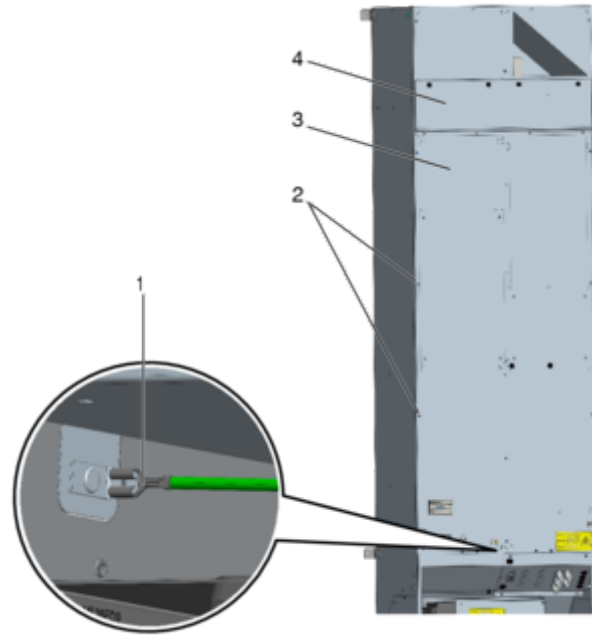

Abb. 41: Gerätedeckel montieren
- ▶ Schutzleiter (Abb. 41 /1) am Gerätedeckel anbringen und am Lüftungsgerät (Abb. 41 /3) aufsetzen. Den Gerätedeckel mit den Kreuzschlitzschrauben (Abb. 41 /2) verschrauben.
- ▶ Gerätedeckel (Abb. 41 /3) montieren und Revisionsdeckel (Abb. 41 /4) einbauen Abb. 41 .